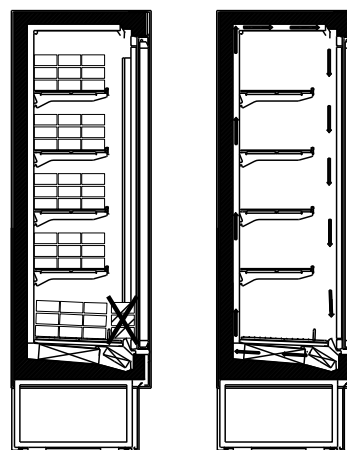

Рис. 15
- Не загромождать отверстия циркуляции холода, которые обеспечивают необходимый поток воздуха (Рис. 15).